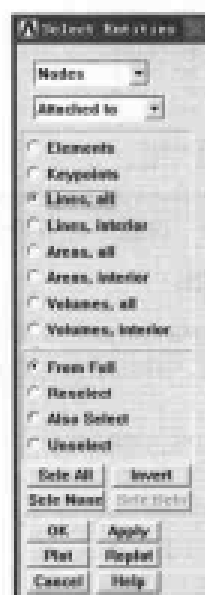

图 11-31 选择节点对话框
(3) 选择 Utility Menu | Select | Entities 命令, 出现 Select Entities 对话框。在第 1 个下拉列表框中选择 Nodes 选项, 在第 2 个下拉列表框中选择 Attached to 选项, 在第 3 个选项组中选 Lines,all 单选按钮, 在第 4 个选项组中选 From Full 单选按钮, 如图 11-31 所示, 单击 OK 按钮关闭该对话框。